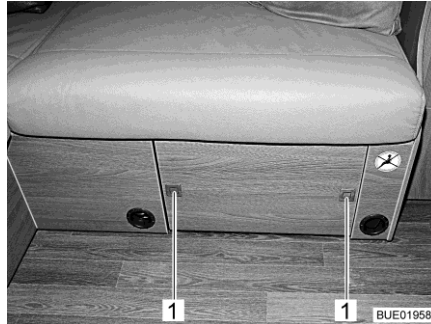

Bild 127 Couchtisch, verstaut
- Druckknöpfe (Bild 127,1) an der Sitzkastenblende drücken. Die Druckknöpfe springen heraus.
- Druckknöpfe (Bild 127,1) hineindrücken, bis sie einrasten.